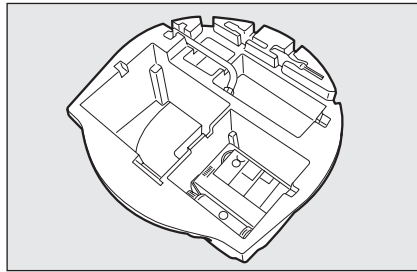

fig. 4
- retire la caja de herramientas del maletero **fig. 4**;